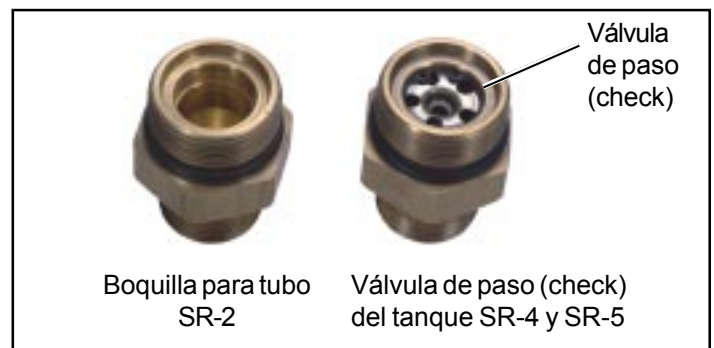

Figura 2 – Comparación de la válvula de paso (check) del tanque y la boquilla para tubo
Bendix, a la línea para reparar, al teléfono 1-800-476-1793. El juego de modificación SR-2 contiene desde la clave 3 hasta la 6, como se muestra arriba. Si un juego SR-2 no se consigue de inmediato, este juego se puede usar para prestar servicio a la SR-2, siempre que la **válvula de paso (check) del tanque (1) no esté instalada en lugar de la boquilla para tubo SR-2**. Refiérase a la Figura 2